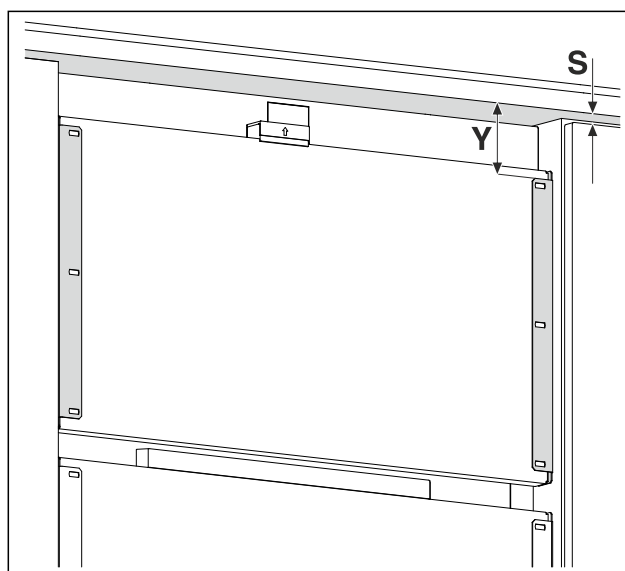

Fig. 15 Ilustrační zobrazení
- Změřte vzdálenost Fig. 15 (Y) od spodní hrany čela nábytku k přídržnému úhelníku.
- Změřte vzdálenost Fig. 15 (S) od spodní hrany čela nábytku k horní hraně nábytkových dvířek.